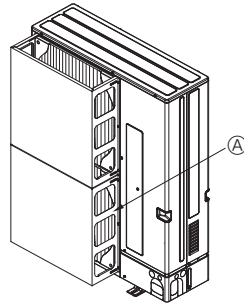

Fig. 2-4
- ② Ünite, tayfun ve başka nedenlerden oluşan güçlü rüzgarların doğrudan hava çıkışına girebileceği bir yere monte edilmişse, isteğe bağlı olarak sağlanan bir hava kılavuzu monte ediniz. (Fig. 2-4)